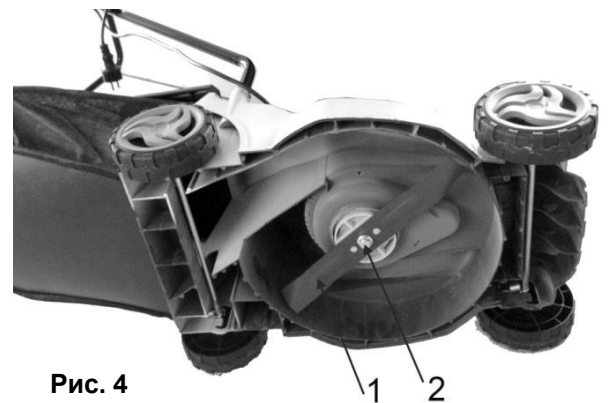

Рис. 4
- Удерживая нож (2), с помощью гаечного ключа отсоедините болт крепления (1)(См. Рис.4) ножа и снимите шайбу.